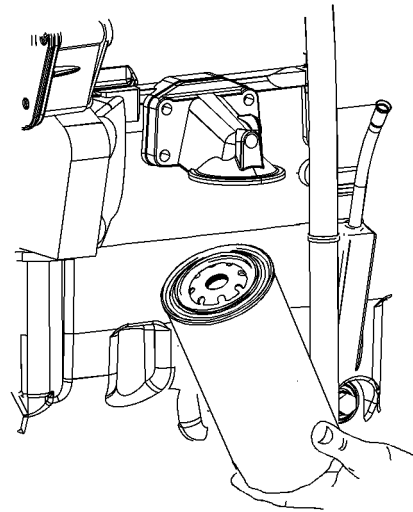

Ilustración 33
Nota: Algunos filtros de aceite se pueden instalar verticalmente. Vea la ilustración 33. Comience por el paso (1) para quitar e instalar el filtro del aceite.